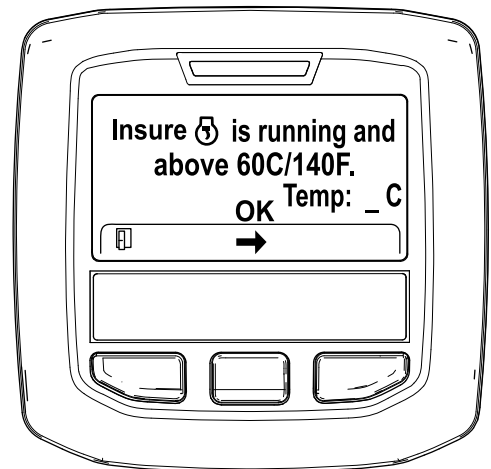

Figura 51
5. Si la temperatura del refrigerante se encuentra por debajo de 60 °C (140 °F) aparece el mensaje "Insure ☺ is running and above 60C/140F" (Asegúrese de que está funcionando y por encima de 60 °C/140 °F). (Figura 51).